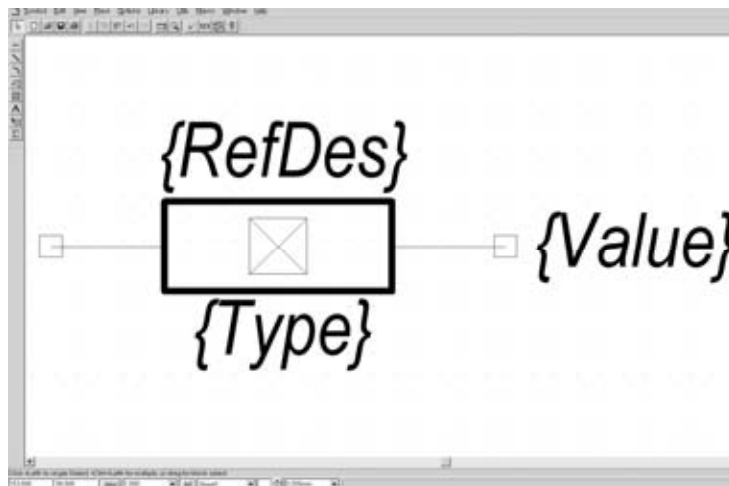

Рис.2.6.4
- Выполнить команду **Place Attribute** и в появившемся диалоговом окне в списке **Attribute Category** выбрать **Component**. В списке **Name** выделить **Value** (Значение). Нажать кнопку ОК. Установив курсор справа от УГО, щелкнуть ЛК. Полученный результат представлен на рис.2.6.4.